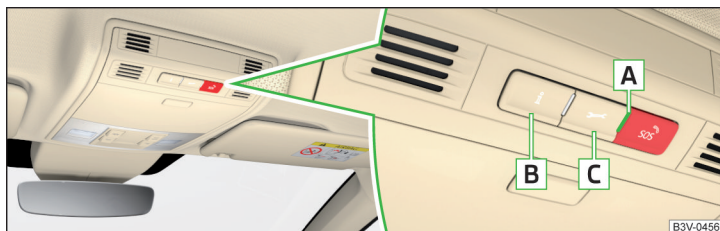

Abb. 11 Tasten und Kontrollleuchte der Care Connect-Dienste
**Tasten und Kontrollleuchte** der „Care Connect“-Dienste » **Abb. 11**
Der **Systemzustand** wird nach dem Einschalten der Zündung durch Aufleuchten der Kontrollleuchte **A** » **Abb. 11** angezeigt.